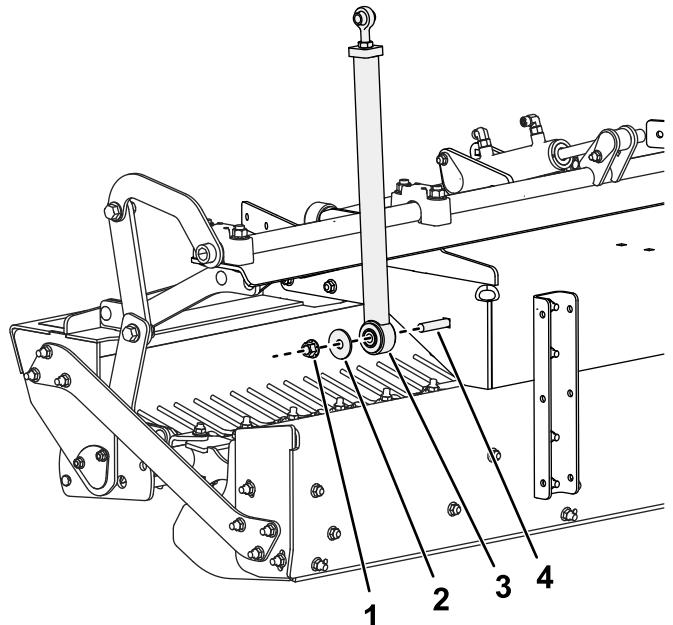

Figure 1
1. Installez, mais ne serrez pas, la partie inférieure d'une biellette de levage sur le cadre à l'aide d'un boulon de carrosserie ($\frac{1}{2} \times 2\frac{1}{2}$ po), d'une rondelle de butée et d'un contre-écrou (Figure 1).